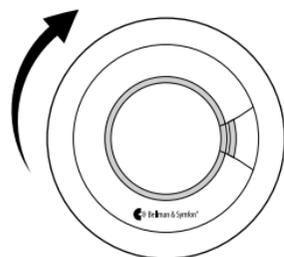

Figura 5
- 6 Alinee la alarma al soporte de montaje con cuidado y presiónela con delicadeza a la base y gírela en el sentido de las agujas del reloj. Consulte la Figura 5. Instale las demás alarmas de manera similar.